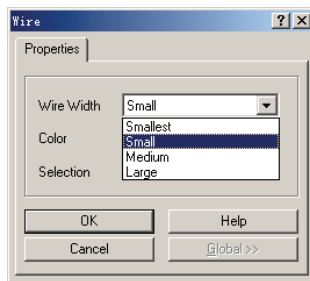

图 2-74 设置导线宽度
- 1) “Wire Width”：设置导线的宽度，单击右边的下拉按钮即可打开如图 2-74 所示的下拉列表框，列表中有 4 个选项，即 Smallest、Small、Medium 和 Large。